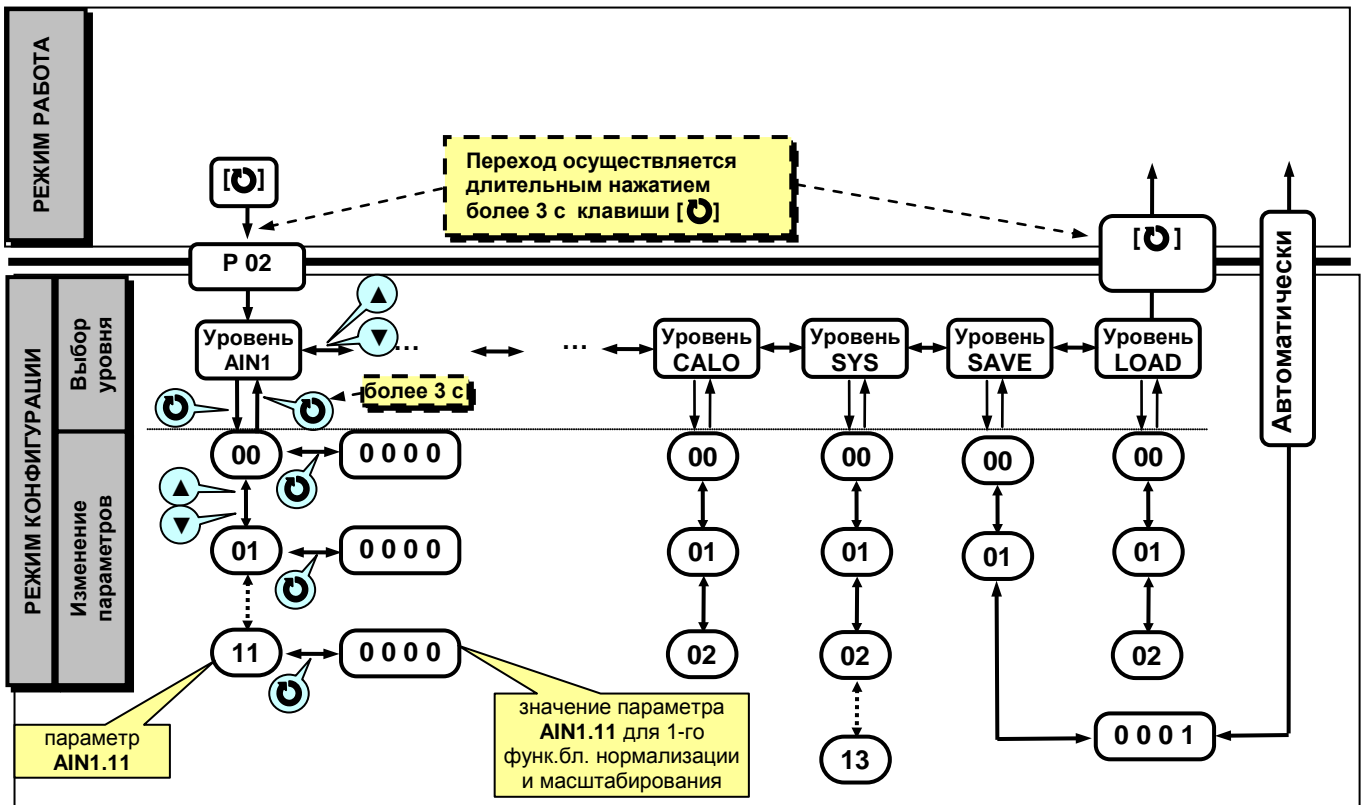

Рисунок 4.2 - Диаграмма режима конфигурации и настроек
- Параметры, используемые в индикаторе ИТМ-112, сгруппированы в уровни и представлены на диаграмме (рисунок 4.2).
В дальнейшем по тексту руководства идет ссылка на параметр в виде XXXX.YY (например ALRM.00), где XXXX – название УРОВНЯ, а YY – номер пункта меню (рисунок 4.2).